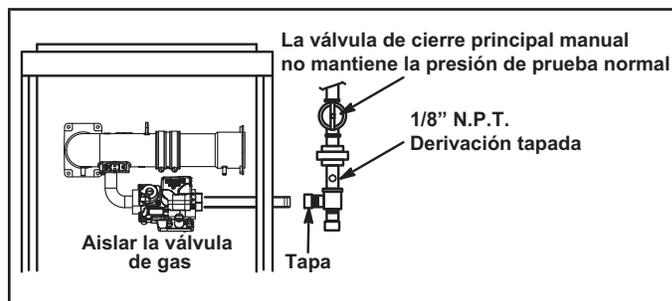

FIGURA 57
- 1 - La tubería de gas se puede conducir a la unidad a través del lado derecho únicamente. La tubería de suministro entra a la válvula de gas desde el costado de la válvula como se muestra en la Figura 57. Conecte la tubería de suministro de gas a la válvula de gas. La torsión máxima es de 800 pulg-lbs y la torsión mínima es de 350 pulg-lbs cuando se conecte la tubería de gas a la válvula de gas.